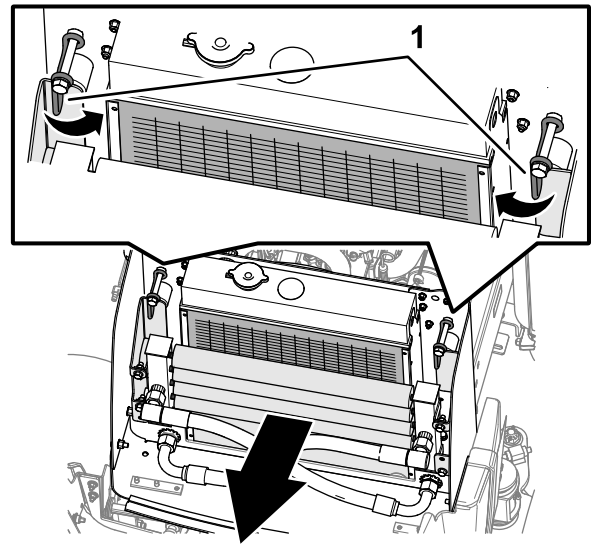
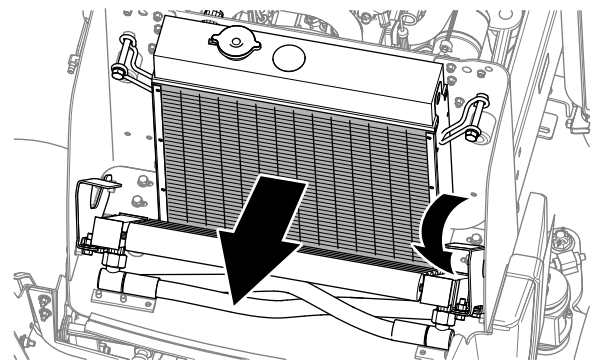

Figura 78
Figura 79
6. Limpie el enfriador de aceite con aire comprimido a baja presión (50 psi) (Figura 78).
7. Gire hacia dentro los enganches del enfriador de aceite y gire el enfriador (Figura 78 y Figura 79).
8. Trabajando desde el lado del ventilador del radiador, elimine los residuos con aire comprimido a baja presión (50 psi) (Figura 79). Repita este procedimiento en la parte delantera del radiador y de nuevo desde el lado del ventilador. Limpie a fondo ambos lados del enfriador de aceite.